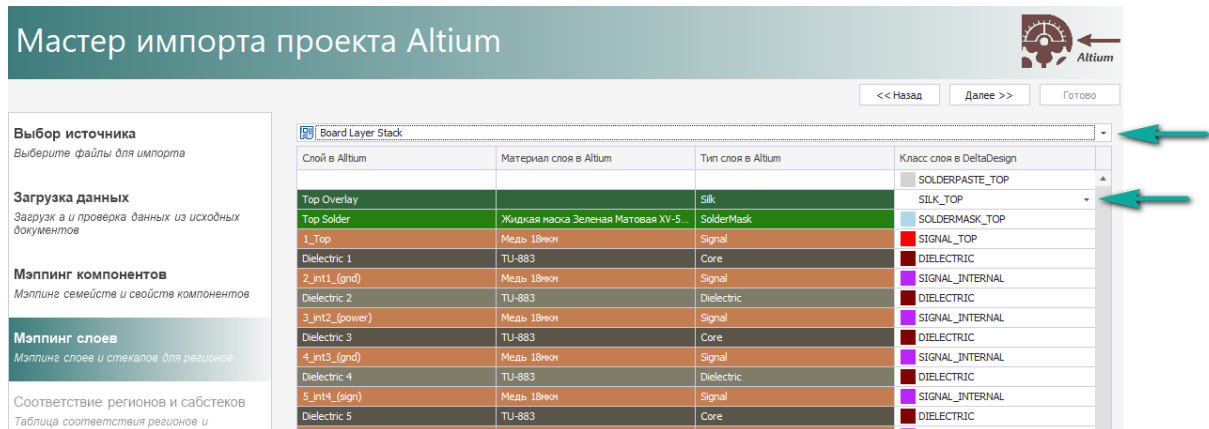

Рис. 14 Сопоставление слоев выбранных стекапов
4. На шаге сопоставления импортируемых слоев системным (при явном соответствии слоев) система автоматически назначит слои, которые при необходимости можно установить/переназначить, см. Рис. 14.